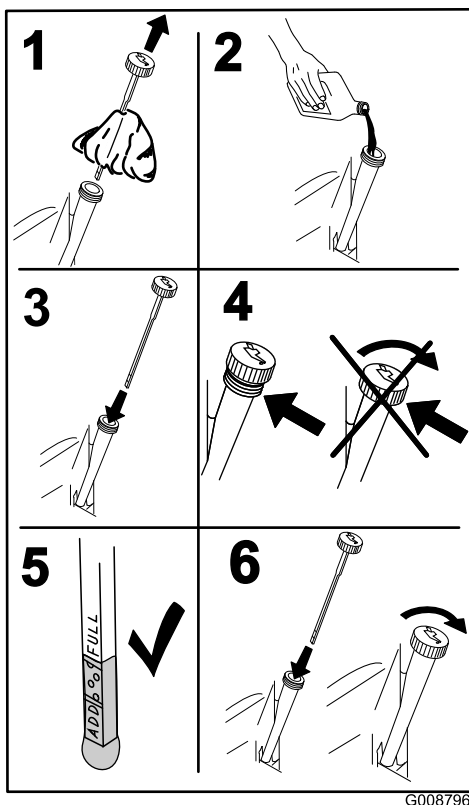

Figure 40
4. Retirez la jauge et essuyez-la sur un chiffon propre (Figure 40).